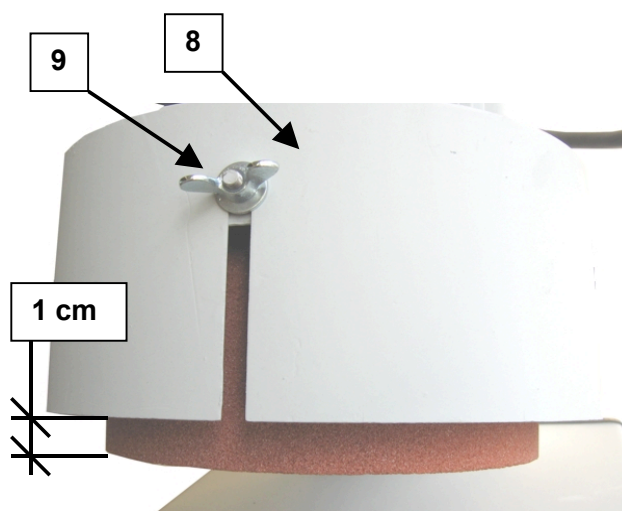

Figure 5 : Protection du disque d'affûtage
- Adaptez toujours la protection du disque d'affûtage (Figure 5 : Protection du disque d'affûtage) à son degré d'usure.